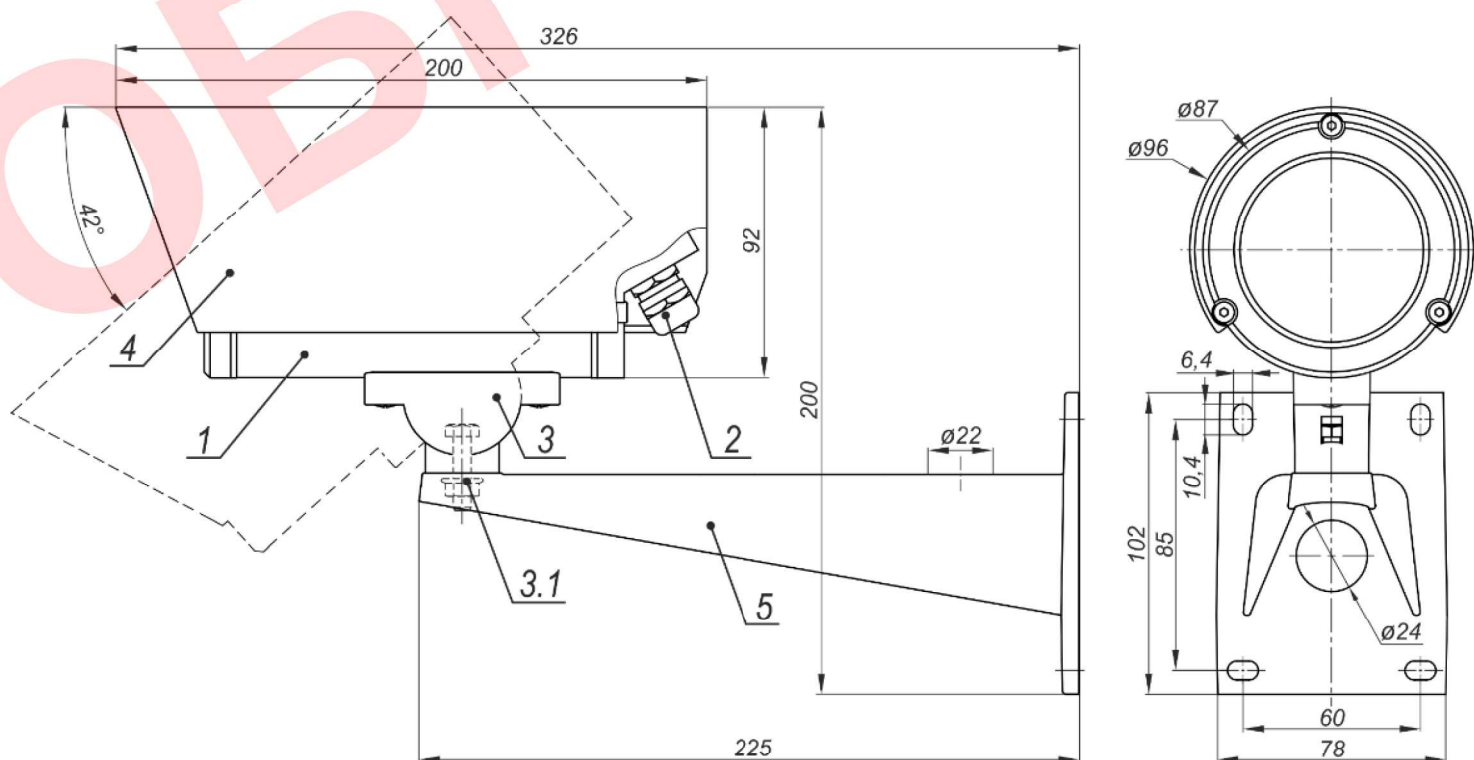

Рисунок 1 – Состав, габаритные и установочные размеры
1. Установить кронштейн 5 (рисунок 1) на штатное место, закрепить на нём термокожух с видеокамерой 1.
6. Ослабив гайку болта фиксации шарнира 3.1 (рисунок 1), установить видеокамеру на нужное направление обзора, после чего надёжно зафиксировать шарнир, затянув гайку.